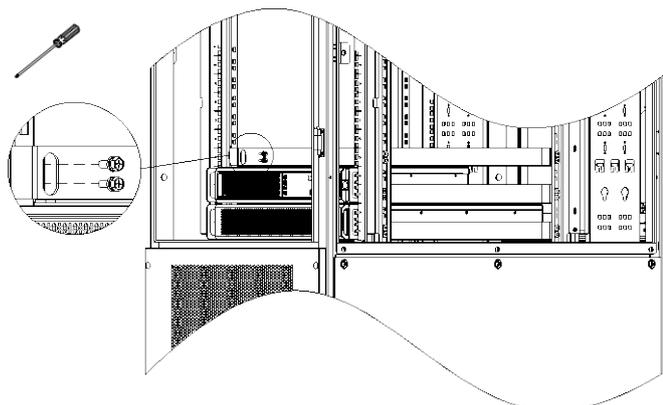

図 2-19 レールを取り付ける
- 4) M6×16 ネジ(8 本)でレールを固定する(図 2-19 参照)。